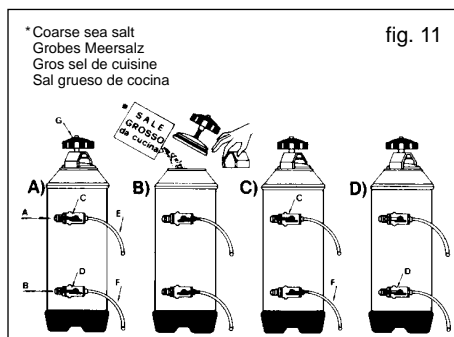

fig. 11
- mettre la machine à l'état énergétique "0" (à savoir, interrupteur éteint et fiche débranchée) et placer un récipient, d'une capacité d'au moins 2 litres, sous le tube "E" (Fig. 11/A)
- tourner les leviers "C" et "D" de gauche à droite (Fig. 11/B)
- remettre le bouchon et positionner à nouveau le levier "C" sur la gauche (Fig. 11/C) en laissant évacuer l'eau salée à travers le tube "F" jusqu'à ce qu'elle redevienne entièrement douce (1/2 heure environ)
- replacer alors le levier "D" sur la gauche (Fig. 11/D)